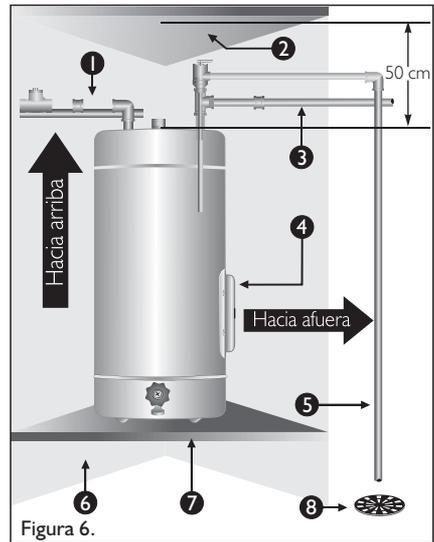

Figura 6.
- El espacio entre la parte superior del calentador y el techo debe ser de 50 cm, para permitir la instalación de la red de entrada y salida de agua. (Ver figura 6)